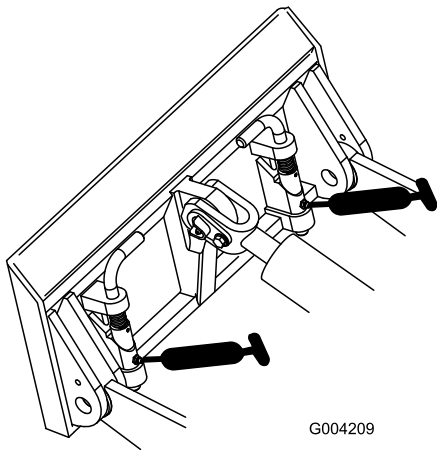
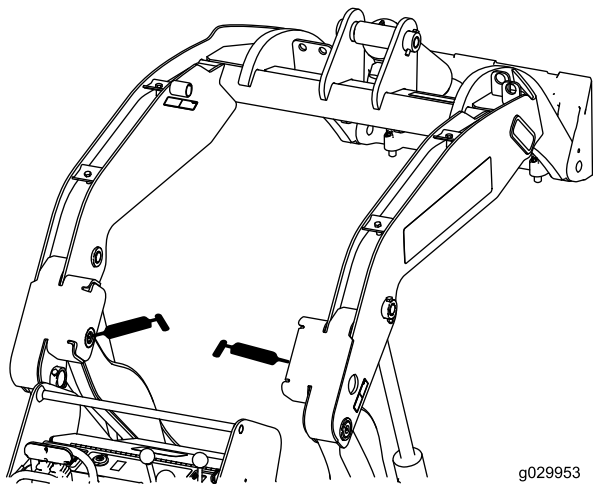

Figura 42
Figura 43
3. Conecte una pistola de engrasar a cada punto de engrase (Figura 41, Figura 42, y Figura 43).
**Nota:** Eleve los brazos de carga antes de aplicar grasa a los engrasadores indicados en Figura 43.